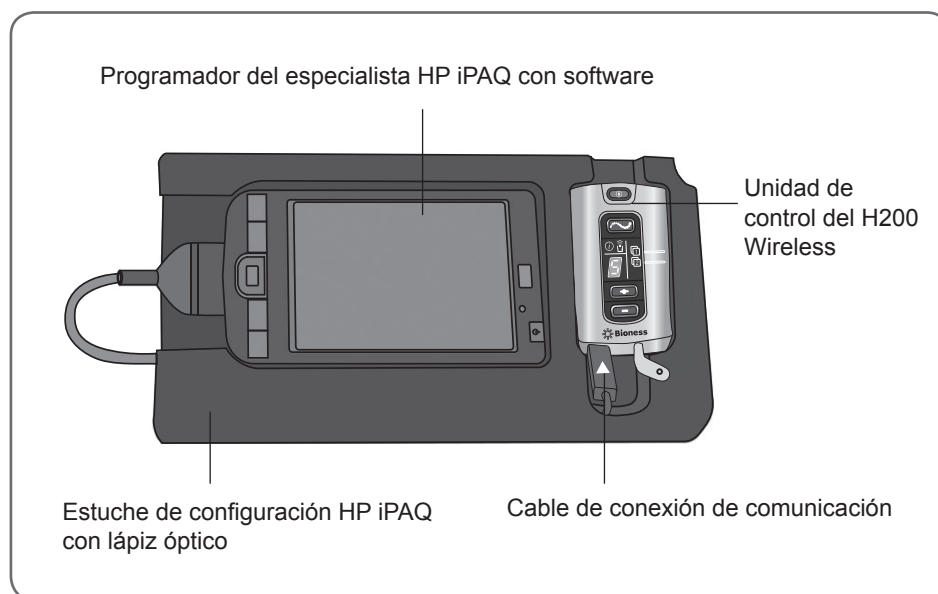

Ilustración 7-2: Unidad de control del H200 Wireless conectada al programador del especialista HP iPAQ.
2. Enchufe el cable de conexión de comunicaciones del estuche de configuración en el puerto de entrada/salida de la señal de la unidad de control. La flecha blanca debe apuntar hacia arriba. Consulte la Ilustración 7-2.